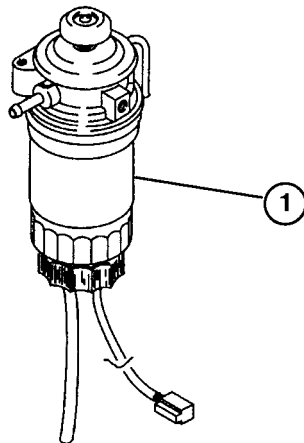

図 36
1. フィルタ容器の周辺をウェスできれいにぬぐう(図36)。